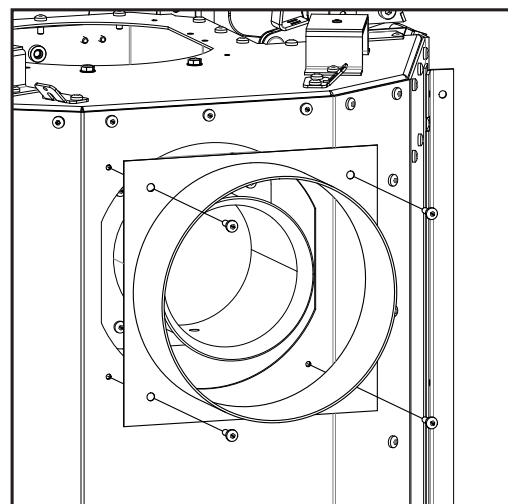

Figure 67: Adaptateur d'évent
11. Fixez l'adaptateur d'évent sur le dessus du robinet d'échappement (voir la Figure 67).